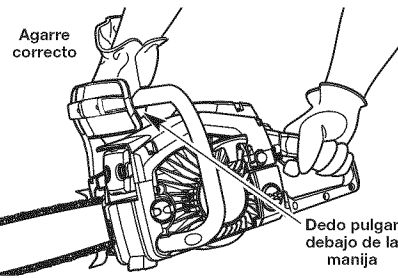
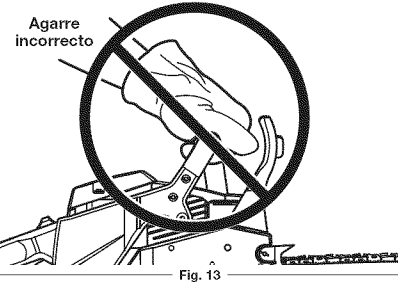

Fig. 12
Fig. 13
- Siempre que el motor esté en marcha, mantenga la sierra agarrada adecuadamente. Los dedos deberán rodear la empuñadura y el pulgar deberá estar plegado por debajo del mango (Fig. 12). Este agarre es menos probable que se suelte por un contragolpe o una reacción brusca de la sierra. Cualquier agarre en que el pulgar y los demás dedos estén del mismo lado de la empuñadura es peligroso porque el más ligero culatazo de la sierra puede hacer que se pierda el control (Fig. 13).